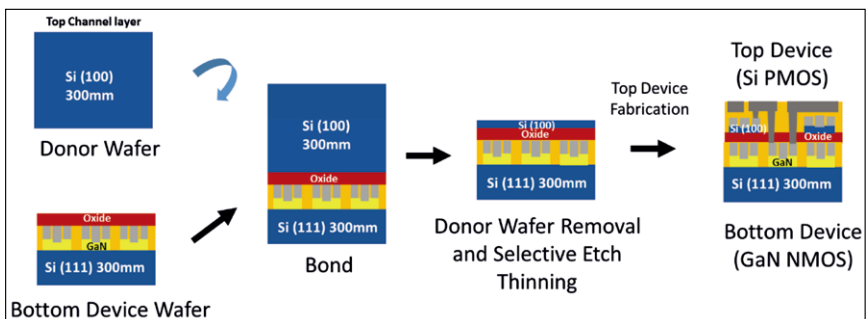

图10. Intel的单片三维层转移工艺流程包含: 在制备顶部硅PMOS晶体管之前, 将一层单晶硅从一个300mm Si (100) donor晶圆转移到一个已完工的300mm硅基GaN (111) 晶圆上。
我们的三维层转移工艺的起点是采用氧熔融胶合法将标准的 300mm 的 Si (111) donor 晶圆黏合到已完工的 300mm 硅基 GaN (111) 晶圆上面。在这之后, 我们去除该晶圆片, 并制作硅 PMOS 晶体管 (图 10)。通过将鳍型场效应晶体管对准一个可提高空穴迁移率的方向, 我们确保了高性能的